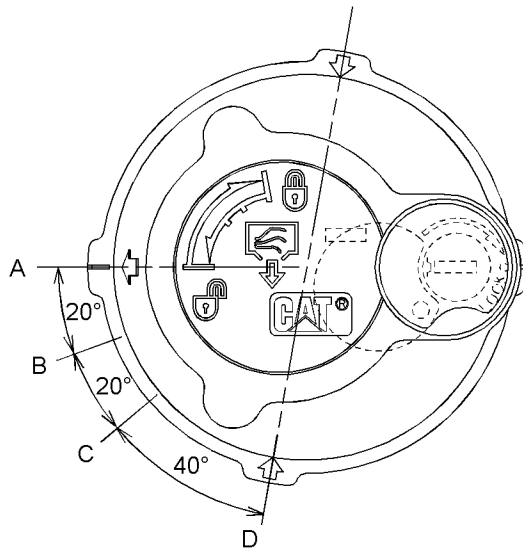

Fig. 205
1. Aflast det tryk, der kan findes i returhydraulikkredsløbet, ved hjælp af følgende procedure. Se fig. 205 for at få vist påfyldningsdækslets positioner.
- a. Drej påfyldningsdækslet mod uret, og flyt pilen fra position (A) til position (B).
- b. Aflast trykket i mindst 45 sekunder ved at flytte pilen fra position (B) til position (C).
- c. Tryk påfyldningsdækslet ned, og flyt pilen fra position (C) til position (D).